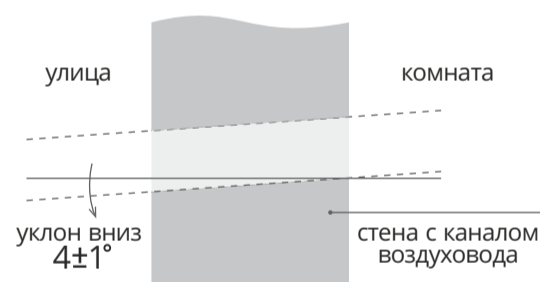

Рис. 1
- Согласно рис. 1 и разметке пробурите канал воздуховода.